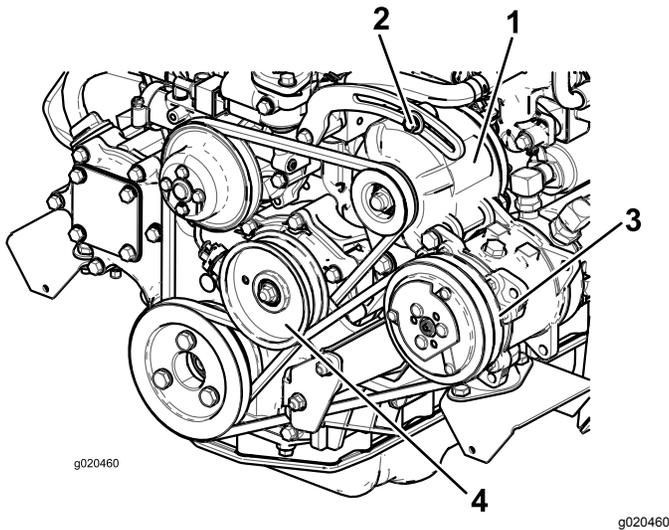

Рисунок 100
Если прогиб не равен 10 мм, ослабьте болты крепления генератора (Рисунок 100).
2. Для установки величины отклонения 10 мм ослабьте болт крепления натяжного ролика (Рисунок 100).